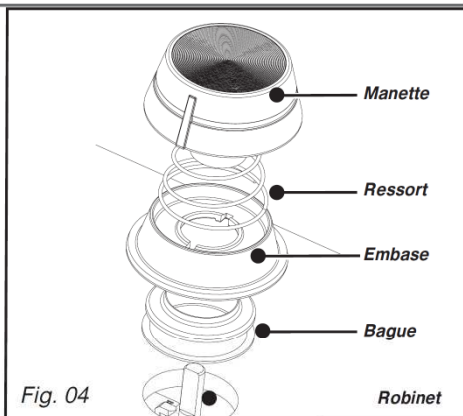

Fig. 04
- **Réglez les ralenti des robinets** : ceux-ci sont situés sous les manettes (Fig. 04).